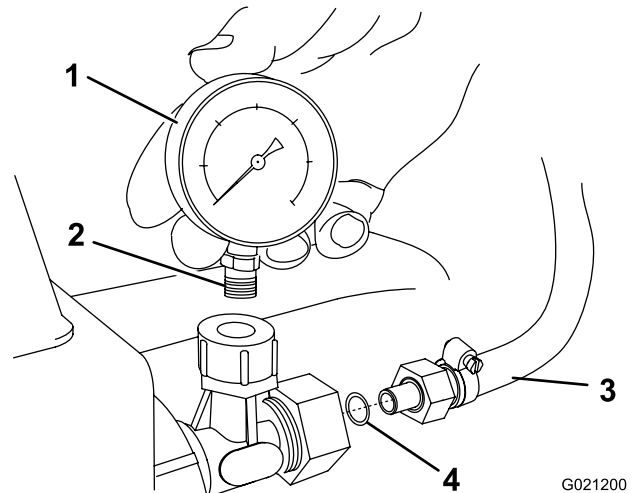

Figure 11
15. Enroulez du ruban à joint dans le sens antihoraire autour des filets du manomètre (Figure 11).
16. Montez le manomètre dans l'orifice libre à droite du distributeur de commande (Figure 11).
1. Localisez le joint torique dans les pièces détachées et graissez-le avec un lubrifiant qui n'est pas à base de pétrole, comme de l'huile végétale. Posez le joint torique entre le long flexible et le distributeur de commande (Figure 11).
2. Branchez le raccord fileté situé au bout du long flexible au distributeur de commande (Figure 11).